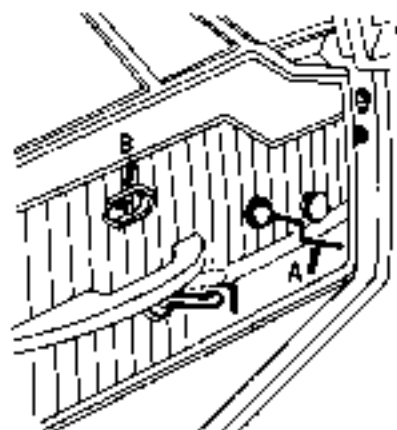

Fig. 20
Le portiere anteriori possono essere entrambe bloccate dall'esterno a mezzo della apposita chiave. Il bloccaggio dall'interno si ottiene spostando all'indietro a livello B la fig. 20.
Comando di emergenza sollevamento cristalli porte. In caso di guasto al comando elettrico di sollevamento cristalli, è prevista una manovella di emergenza, situata nel cassetto portacarte da tunnel, che introduce nell'apposita sede (fig. 20-A); comincerà il sollevamento dei cristalli.
Les portières avant peuvent être toutes les deux bloquées à partir de l'extérieur à l'aide d'une clé appropriée. Le blocage à partir de l'intérieur s'obtient en replaçant à l'arrière le levier B de la fig. 20.
Commande d'urgence soulèvement vitres portières. En cas de panne de la commande électrique de soulèvement des vitres, on a prévu une manivelle d'urgence située dans le tiroir portacartons du tunnel qui, une fois introduite dans son siège approprié (fig. 20-A) commande le soulèvement des vitres.
The front doors can both be locked from outside by means of the key provided. From the inside, the doors are locked by moving the lever B (Fig. 20) backwards.
Emergency control for opening of windows in the event of a breakdown of the electrical window-raising system, use should be made of the emergency handle stowed in the locker on the gearbox tunnel. When inserted as in Fig. 20-A, this handle will operate the windows.
Beide vorderen Wagenluken können von Außen geschlossen werden; hierzu ist ein besonderer Schloß vorgesehen. Die Blockierung der Luken, von innen, erfolgt durch Hueckwaertsverstellung des Hebels B der Abb. 20.
**Notsteuerung fuer Scheibenheber.** Bei Ausfall der elektrischen Scheibenhebersteuerung, ist eine Handkurbel vorgesehen. Diese Fensterkurbel befindet sich im Aufbewahrungstisch und durch Einfuegung dieser Kurbel, in die eigene vorgesehene Bohrung, (Abb. 20-A) kann der Hebevergang der Fenster durchgefuehrt werden.